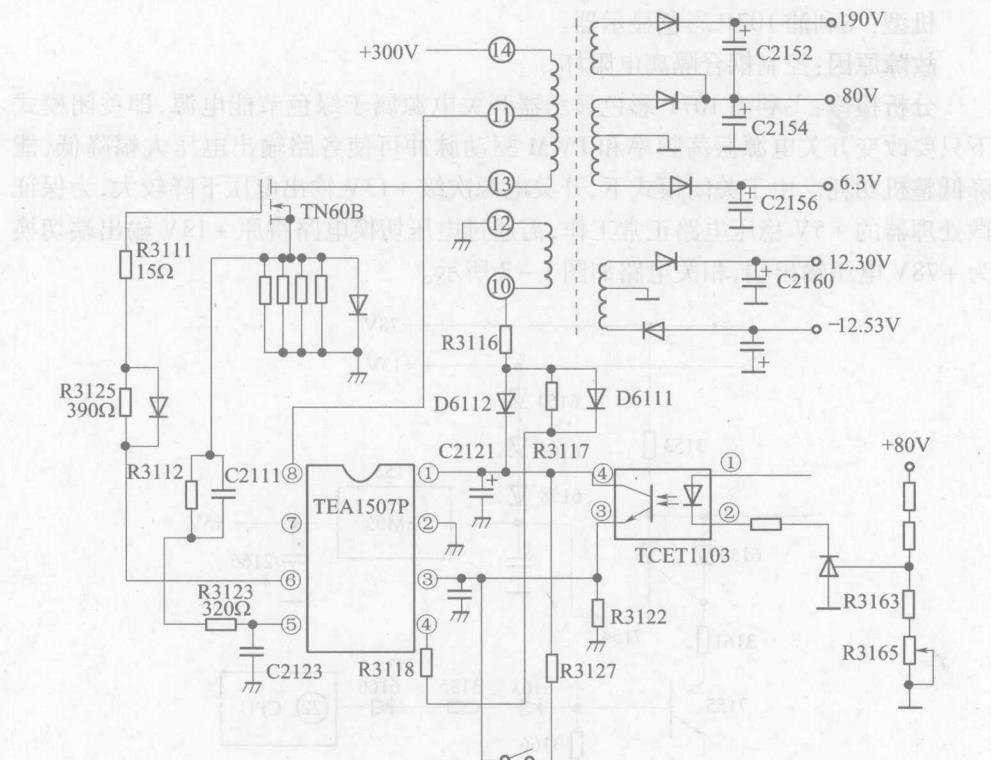

图 1-8 飞利浦 109 B4 彩色显示器电路
分析检修:打开彩色显示器发现场效应管 TN60B 击穿(见图 1-8),TEA1507P ⑧脚对⑥脚只有十几欧的电阻值,显然已损坏,光耦 TCET1103 ③脚与④脚间的正反向电阻只有 $20k\Omega$ 且不稳定,在路检查其他元件未发现异常,和负载也没有短路现象。